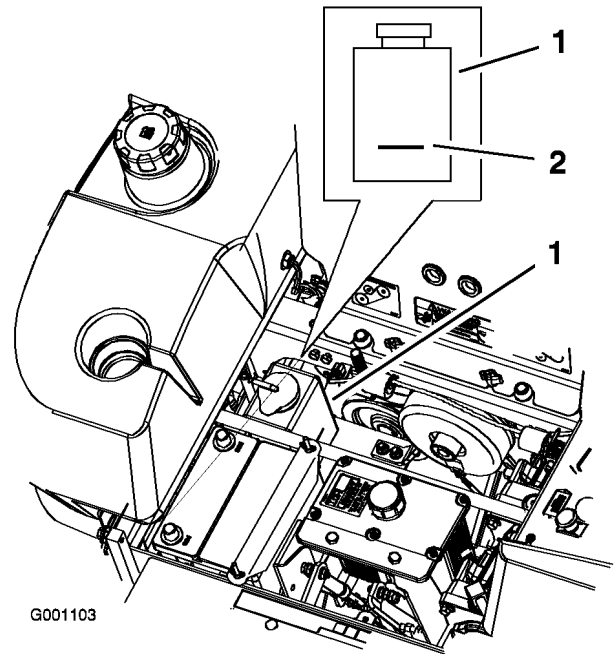

Bild 53
3. Überprüfen Sie bei abgekühltem Motor den Stand des Überlaufgefäßes. Der Flüssigkeitsstand muss mindestens das Niveau der an der Außenseite der Überlaufgefäßes angebrachten Markierung haben (Bild 53).
Frostschutzmittel/Dex-Cool® und Wasser in das Überlaufgefäß gegeben (Bild 53).
5. Geben Sie das 50/50 Kühlmittelgemisch in das Überlaufgefäß bis zur am Gefäß angebrachten Markierung (Bild 53).